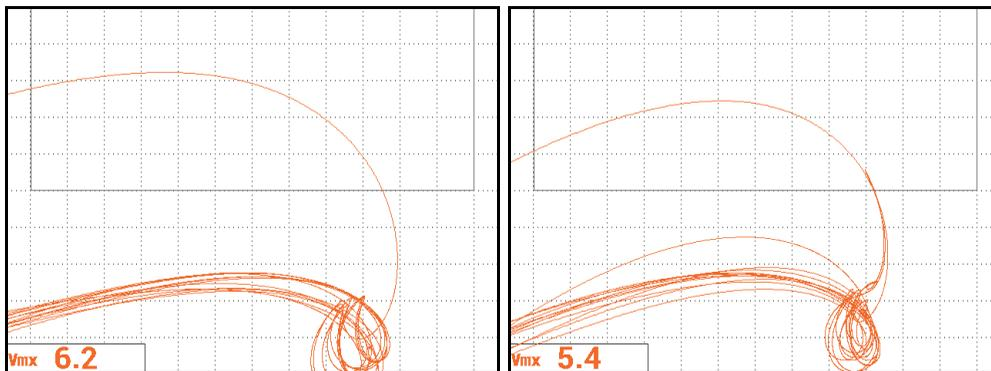

图 5-133 两个紧固件行的扫查结果
36. 将探头放置在位置 1 上，然后对两个紧固件行进行最后的扫查 (参见第 206 页的图 5-133)。